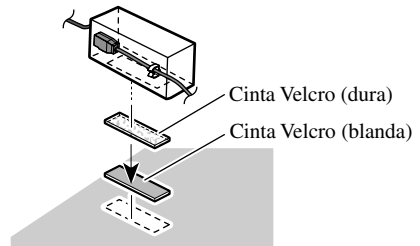

Fig. 8
- Cuando instale la caja de conexión de cable óptico con la cinta Velcro. (Fig. 8)
- Los cordones no deben tapar el área mostrado en la figura de abajo. Esto es necesario para permitir que los amplificadores puedan radiar libremente. (Fig. 8)